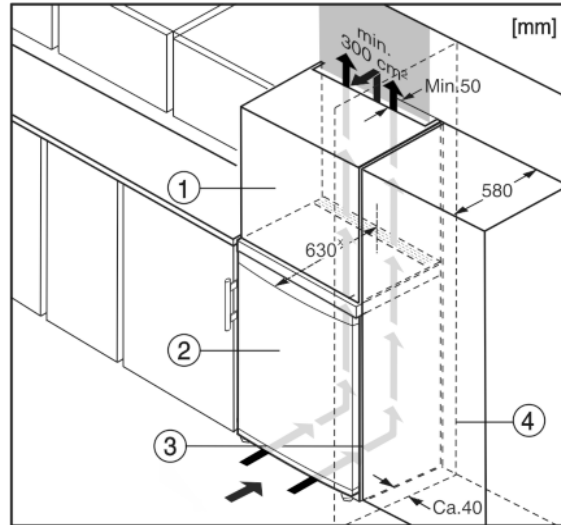

Fig. 10
- (1) Mobile da appoggio*
- (2) Apparecchio*
- (3) Mobile da cucina*
- (4) Parete*
L'apparecchio può essere incassato in mobili da cucina. Per adattare l'apparecchio Fig. 10 (2) all'altezza della cucina componibile, è possibile applicare sopra l'apparecchio un mobile da appoggio Fig. 10 (1).
Si la cocina posee armarios (profundidad máx. 580 mm), el aparato se puede colocar directamente junto al armario de cocina Fig. 10 (3). El aparato sobresale 34 mm * por los lados y 50 mm * en el centro del aparato respecto al frente del armario de cocina.*
Se l'apparecchio con cerniere viene installato accanto ad una parete Fig. 10 (4), la distanza minima fra l'apparecchio e la parete deve essere almeno di 40 mm, che corrisponde alla sporgenza della maniglia con la porta aperta.*